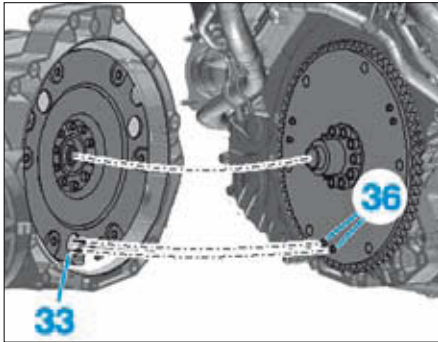

FIG. 29
- Dans le cas où le plateau d'entraînement est monté avec des fixations (36), les faire correspondre avec un grand évidement du volant moteur (33) (Fig.29).